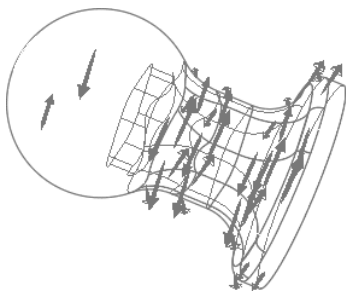
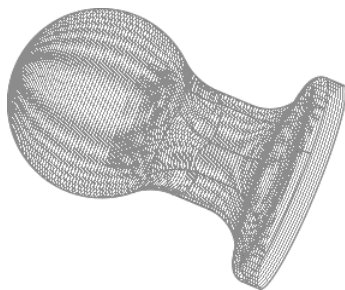

图 7.1.16 切削方向
图 7.1.17 预览切削方向
Step7. 在 **曲面列表** 栏中依次选中 **曲面 ID=** 各项, 然后单击  按钮调整各个表面上的切削方向, 最后的调整结果如图 7.1.16 所示, 单击 **预览** 按钮, 结果如图 7.1.17, 单击 **确定** 按钮。